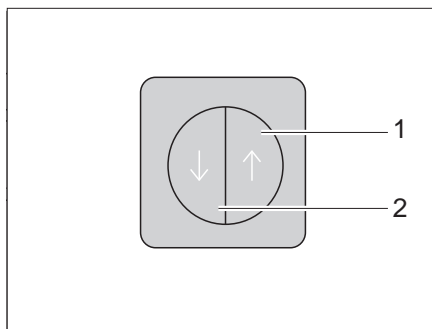

Fig. 102 Interrupteur de verrouillage central de la cuisine intégrée
La cuisine intégrée est équipée d'un verrouillage central. Les portillons et tiroirs du bloc cuisine peuvent être verrouillés et déverrouillés manuellement avec l'interrupteur (Fig. 102).
- Verrouiller* ■ Appuyer sur l'interrupteur (Fig. 102,2). Les portillons et les tiroirs du bloc cuisine sont verrouillés.
- Déverrouiller* ■ Appuyer sur l'interrupteur (Fig. 102,1). Les portillons et les tiroirs du bloc cuisine sont déverrouillés.